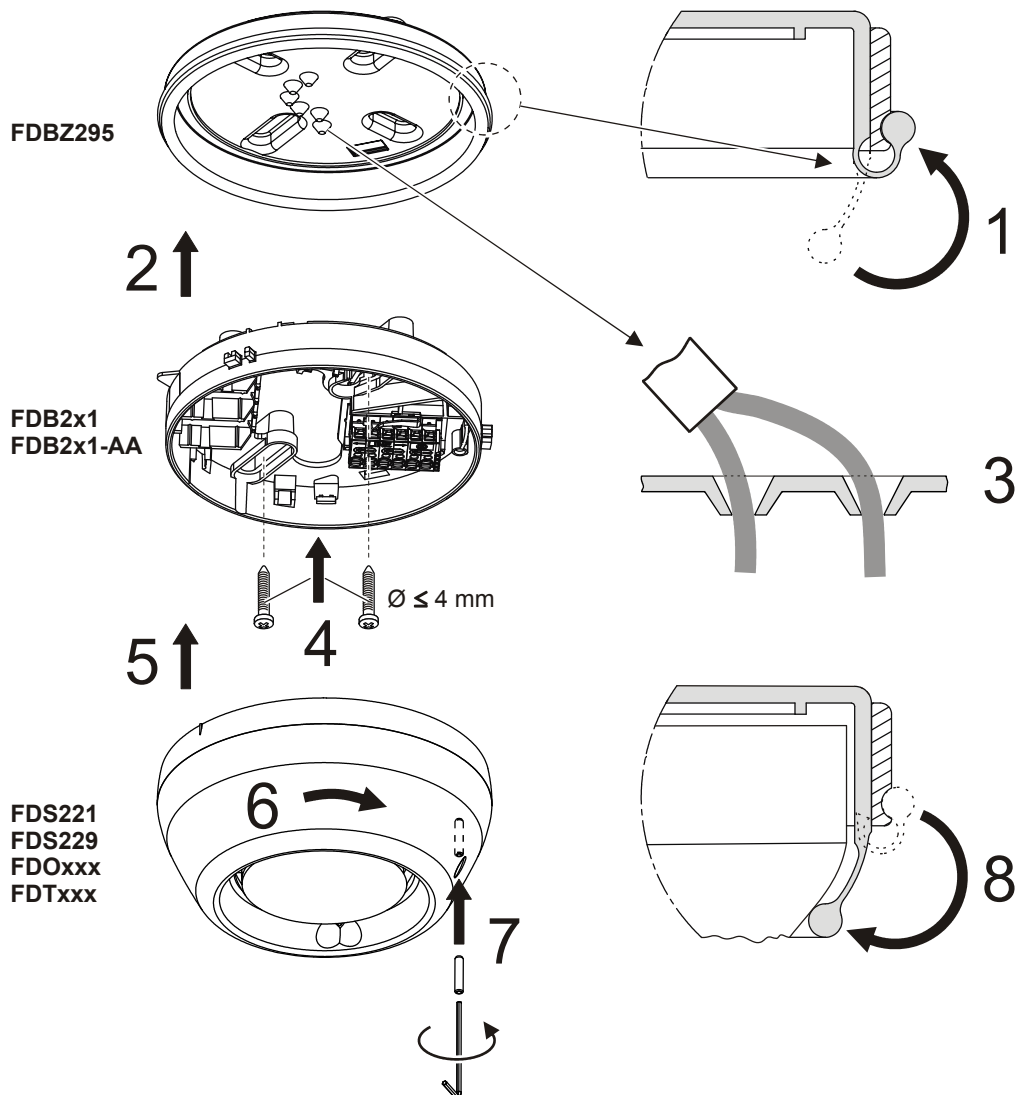

Fig. 2
**Installation (Fig. 2)**
**Montage (Fig. 2)**
**Montaje (Fig. 2)**
### Montaggio (Fig. 2).